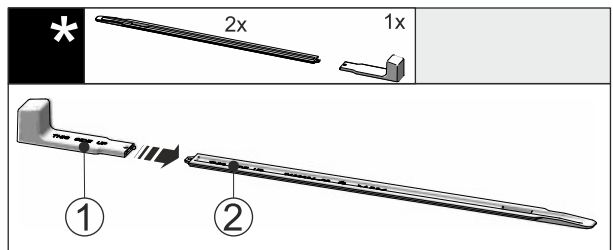

Fig. 42
- ▶ Вставьте монтажную ручку Fig. 42 (1) в выравнивающую рейку Fig. 42 (2).